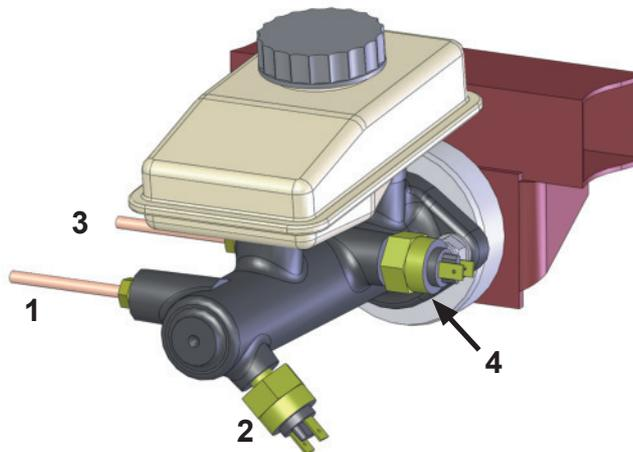

Fig. 2
- It is important that the metal line that goes to the front wheels are threaded in the end of the master cylinder farthest away from the plunger. The rear line should go into the hole closest to the master cylinder push rod. Now screw in both switches. Note the brake switch come out of the side of the master pointing down. See Fig.2
- Achten Sie darauf, dass die Bremsleitung der Vorderachse an den, in Fahrtrichtung, hinteren linken Anschluss (1) des Hauptbremszylinder kommt und einer der Bremslichtschalter auf den tieferen linken Anschluss (2). Die Leitung der Hinterachse und der andere Bremslichtschalter kommen an die, in Fahrtrichtung, vorderen Anschlüsse (3) und (4). Siehe Fig.2